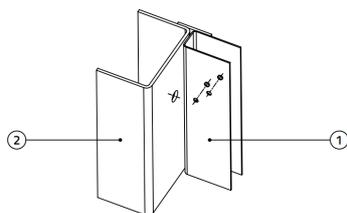
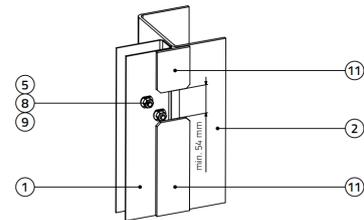

FIGURE 3
FIGURE 4
Selon votre marquage, percer un trou \varnothing 20 mm au montant latéral (2) afin que la profondeur de la partie cylindrique du trou soit au moins de 18 mm. Selon le type de vantail de porte, utiliser des vis \varnothing 6 mm (7) ou des boulons M8 (8) comme matériaux joints afin de fixer la plaque de base (3). Pour les boulons M8 (8), percer deux trous \varnothing 8,5 mm à travers le vantail de porte (1), selon le marquage. Voir la figure 3.
Pour les vis \varnothing 6 mm (7), commencer par percer deux trous \varnothing 4 mm au vantail de porte – voir la figure 3 dans les instructions d'installation pour les vantaux de portes simples ou pour des portes basculantes avec des cadres en bois. Si nécessaire, enlever la partie obstructive de la plaquette de fermeture (11) – voir la figure 4.